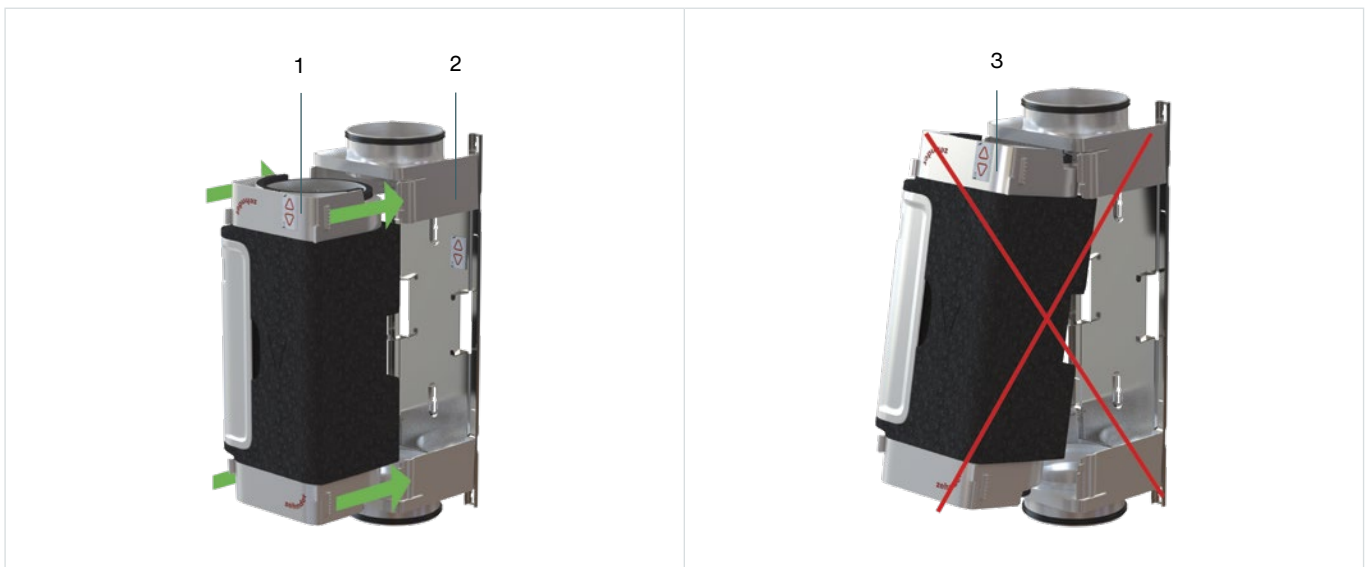

Abb. 5.3 - Einsetzen der VM in den VM-frame
3. Setzen Sie das VM-interior (Abb. 5.3, Pos. 1) gerade (senkrecht) zurück in den VM-frame (Abb. 5.3, Pos. 2).
Das schräge Einsetzen (Abb. 5.3, Pos. 3) der VM führt zu Schäden an der VM. Platzieren Sie die VM immer waagrecht wie in Abb. 5.3, Pos. 1 und Pos. 2.
3. Setzen Sie das VM-interior (Abb. 5.3, Pos. 2) gerade (senkrecht) zurück in den VM-frame (Abb. 5.3, Pos. 2).